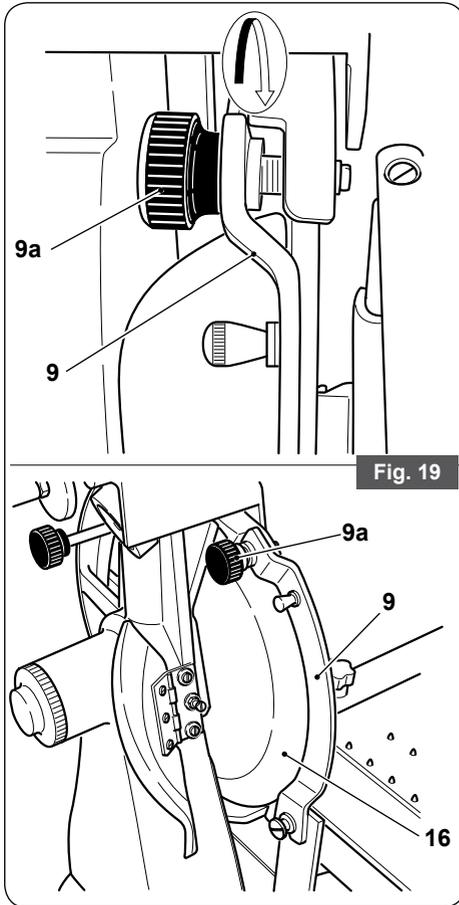

Fig. 19
- Den Messerschutz (9) wieder aufsetzen und den Griff (9a) (Abb. 19) festziehen.